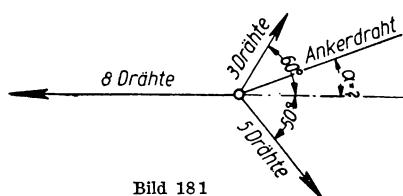

Bild 181
a) Welche waagerechte Mittelkraft liefern die sämtlichen Drahtspannkräfte am Mastkopf? b) Unter welchem Winkel α (Bild 181) muß der waagerechte Ankerdraht, der den Mastkopf mit einer Gebäudewand verbindet, angeordnet werden, damit der Mast gegen Biegung geschützt ist?